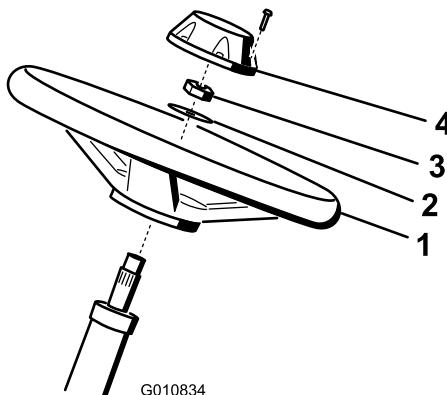

图4
1. 将方向盘滑入转向轴 图4。
2. 将垫圈滑入转向轴 图4。
3. 使用锁紧螺母将方向盘固定到转向轴上上紧扭矩至  $27\,35\text{N}\cdot\text{m}$  图4。
4. 将中心盖安装到方向盘上并用 6 个螺栓固定 图4。